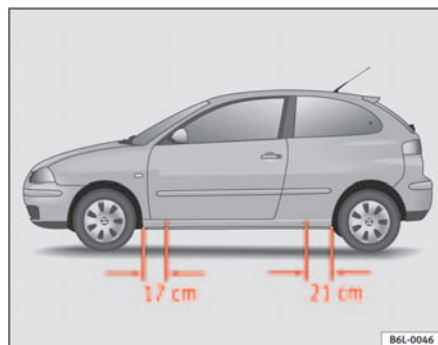

Fig. 134 Points d'appui du cric
- Cherchez sur le longeron inférieur le point d'appui le plus proche de la roue à changer ⇒ fig. 134.
Des empreintes sur le bas de caisse à l'avant et à l'arrière du véhicule indiquent les points d'appui du cric ⇒ fig. 134. Un emplacement a été prévu pour chaque roue. Le cric ne doit pas être positionné à d'autres endroits.